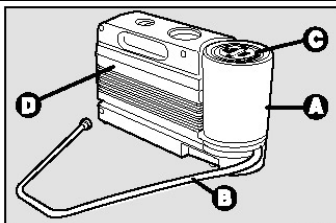

рис. 14
Комплект рис.14 расположен в багажнике, в него входит отвертка и сцепное устройство для буксировки.
□ баллончик **A** – рис. 14 с герметизирующей жидкостью, он оснащен: